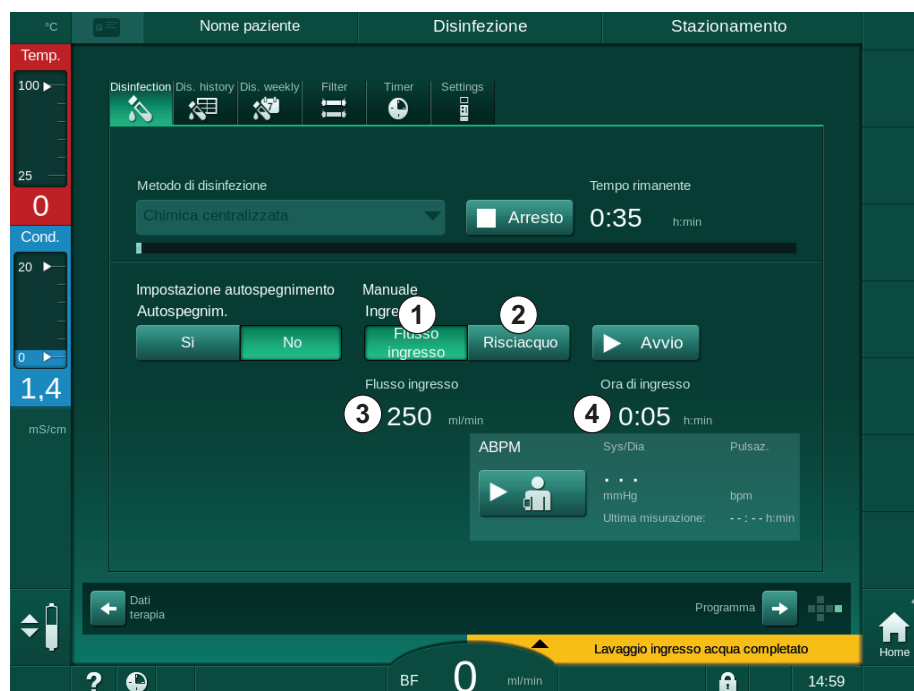

Fig. 7-11 Disinfezione chimica centralizzata manuale
Nella prima parte di questo metodo di disinfezione, il disinfettante viene prelevato dall'alimentazione centralizzata dell'acqua e pompato attraverso l'apparecchiatura (Fig. 7-11, ①). Flusso d'ingresso ③ e tempo di ingresso ④ sono preselezionati nella modalità *Setup operatore*. L'alimentazione all'ingresso viene arrestata al termine del tempo preimpostato.